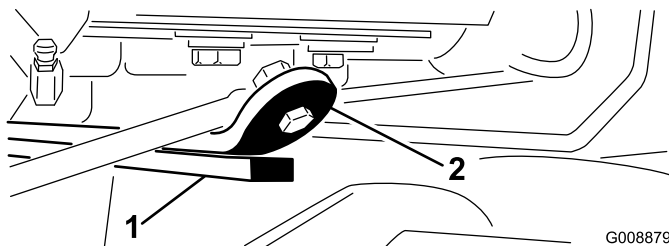

Рисунок 14
- 3. Запустите двигатель, поднимите режущие блоки и убедитесь в том, что зазор между износостойкой накладкой в верхней части износной планки режущего блока и отбойной накладкой составляет от 0,51 до 2,54 мм (Рисунок 14).